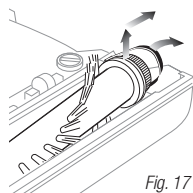

Fig. 17
- 5 Levante y remueva cuidadosamente el cepillo de la correa. (Fig. 17) Para volver a instalar el cepillo, deslicelo dentro del cojinete y luego coloque la correa sobre la parte ranurada del borde del cepillo. Vuelva a colocar la tapa y trábela en su lugar.